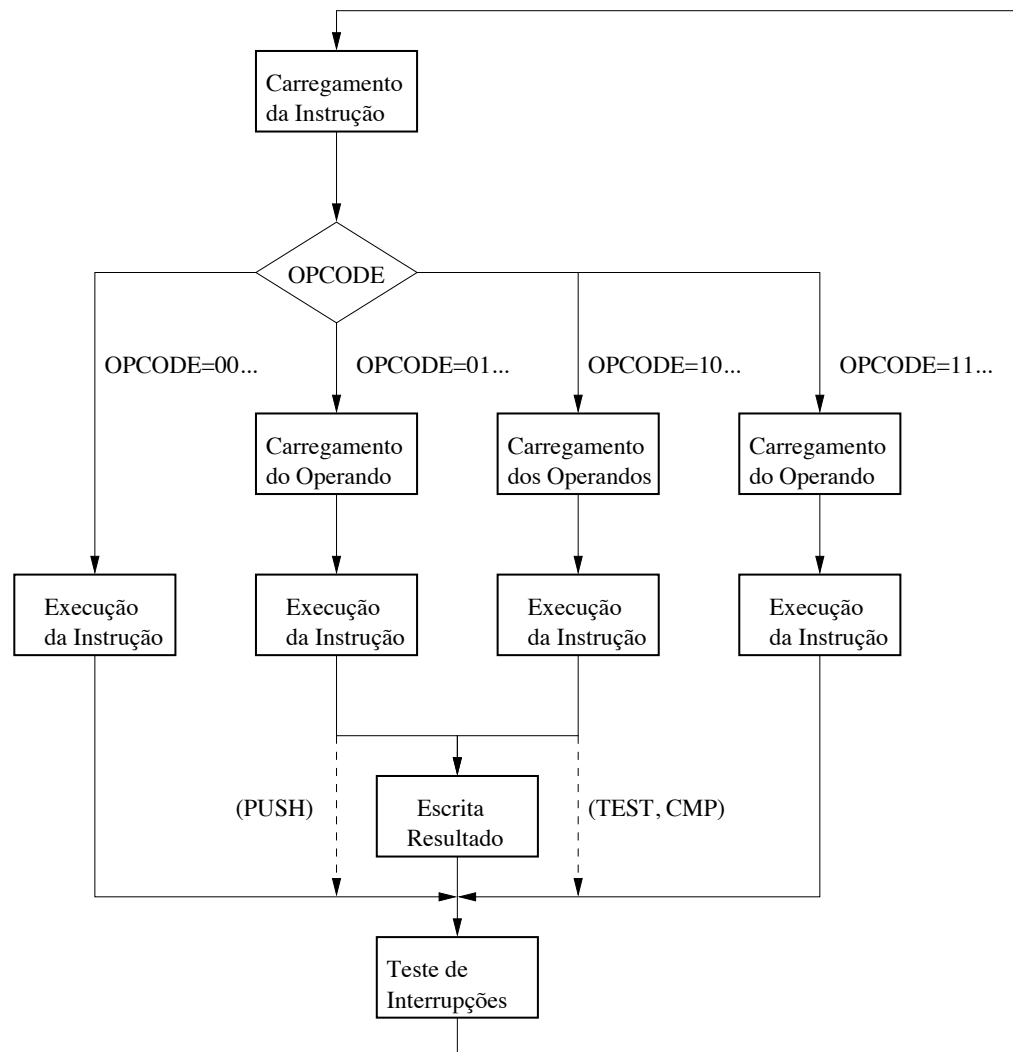

Figura 1 - Ciclo de execução de uma instrução
2.1 Indique a fase do ciclo de instrução em que são efectuadas as alterações ao microprograma (ver Figura 1).